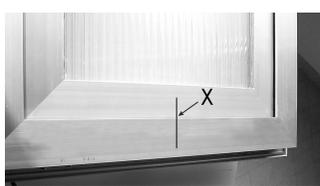

Abb. 2
- Mit einem Bleistift die Mittellinie "X" des Fensters einzeichnen (Abb. 2); teilen gleichmäßig bei der Montage von mehr Kato 305 Syncro³.